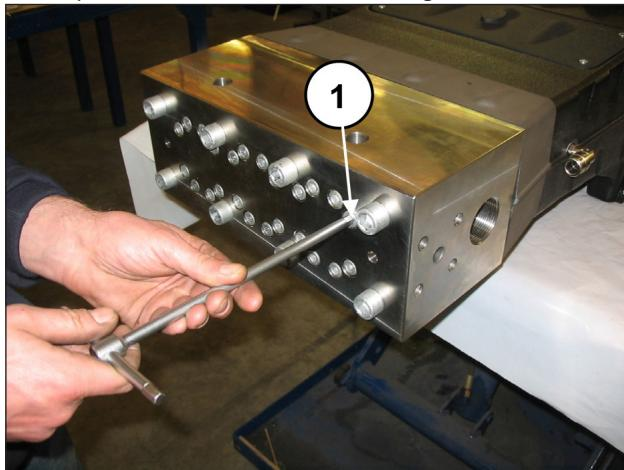
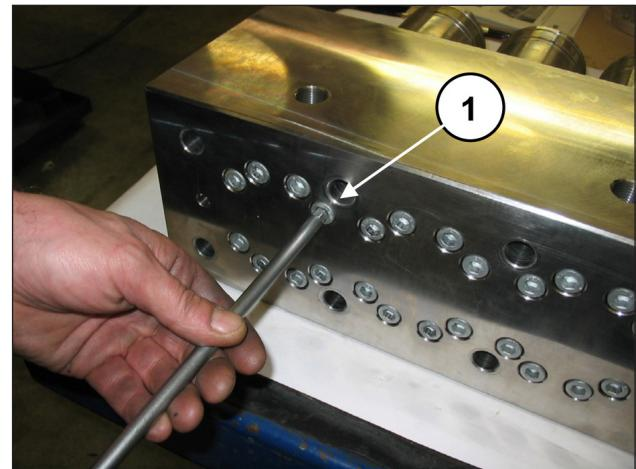
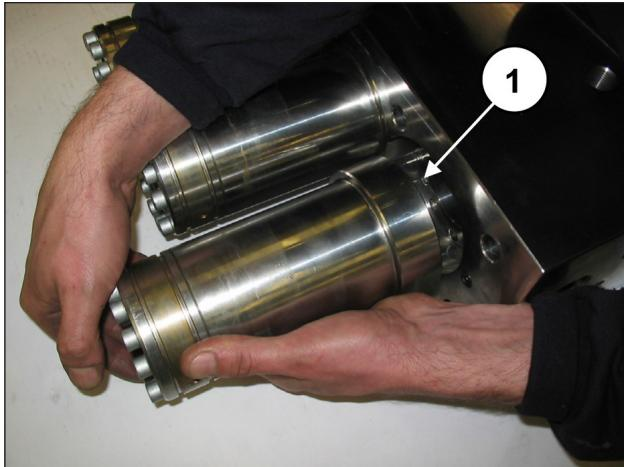

Abb. 94
Abb. 99
Abb. 100
Lockern Sie die Befestigungsschrauben M10x140 von Buchsen und Kopf (Pos. ①, Abb. 94), um sie freizulegen.
Lösen Sie die Befestigungsschrauben M10x140 von Buchsen und Kopf (Pos. ①, Abb. 99) und ziehen Sie Buchsengruppen heraus (Pos. ①, Abb. 100).
Verfahren Sie zur Abnahme der Kolbenbaugruppen wie folgt: Trennen Sie den Kopf und das Distanzstück der Buchsen vom Pumpengehäuse gemäß den Hinweisen in Abschn. 2.2.1 (von Abb. 94 bis Abb. 100).